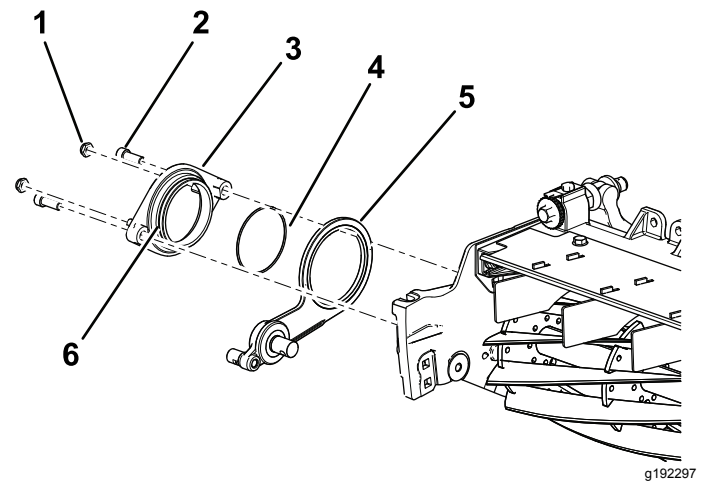

图9
3. 在枢轴轮毂组件外径上涂抹防粘剂 图9。
4. 用 2 个六角螺栓 $\frac{3}{8}$ x $\frac{3}{4}$ 英寸将枢轴轮毂固定到滚刀的怠轮总成上 图9。
5. 将 2 个锁紧螺母松松地安装到枢轴轮毂上 图9。